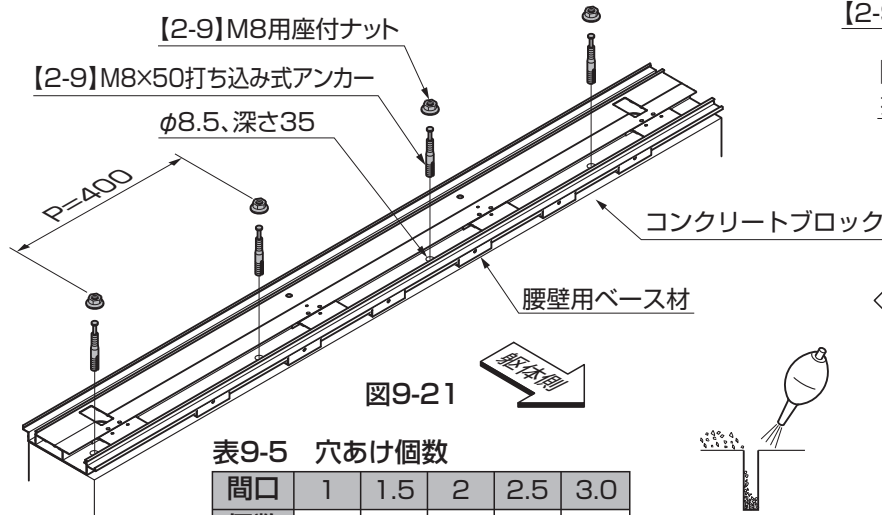

図9-21
①コンクリートブロックの縦穴を狙った位置にφ8.5、深さ35の穴をあけてください。(図9-21、図9-23参照)